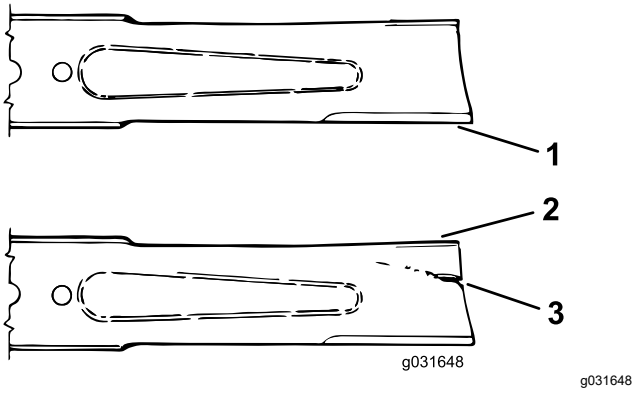

图 73
3. 仔细检查刀片的剪草端特别是刀片平面和曲面交接的部分(图 73)。